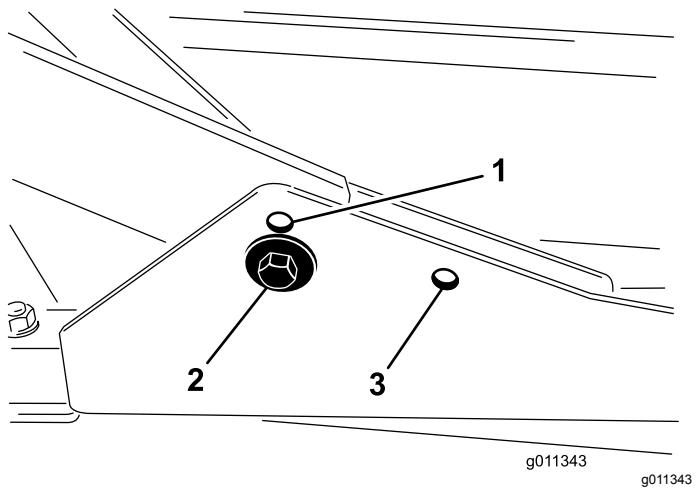

Figure 7
- Pour les hauteurs de coupe entre 2 et 7,6 cm, montez les bâts porteurs avant dans les trous inférieurs avant (Figure 7).
- Pour les hauteurs de coupe entre 6,3 et 10 cm, montez les bâts porteurs avant dans les trous supérieurs avant (Figure 7).
Quelle que soit la hauteur de coupe, le plateau de coupe arrière doit être monté dans les trous de montage arrière (Figure 7).